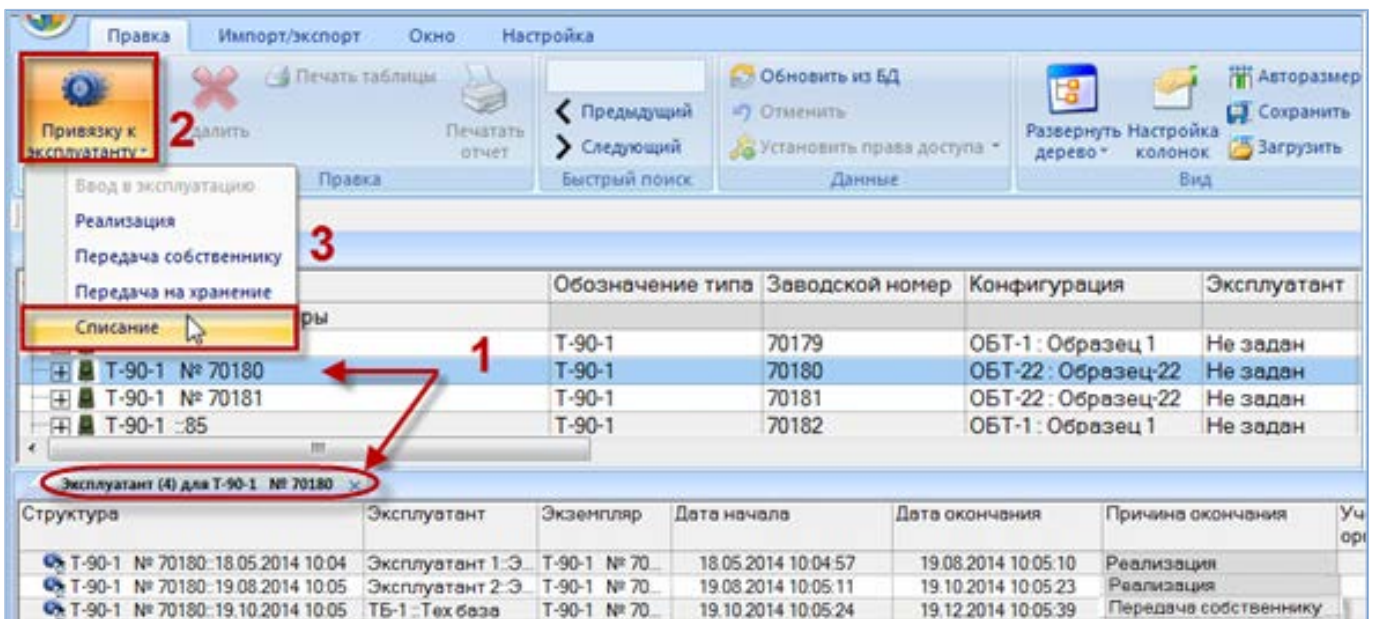

Рис. 22-33 – Создание движения
4) Открывается окно связанных объектов «Эксплуатант» для выбранного экземпляра ФИ (1 на рис. 22-33).
5) Перейти в окно связанных объектов «Эксплуатант», нажать кнопку «Привязку к эксплуатанту» панели «Создать» и выбрать пункт «Списание» в открывшемся меню (2 и 3 на рис. 22-33):